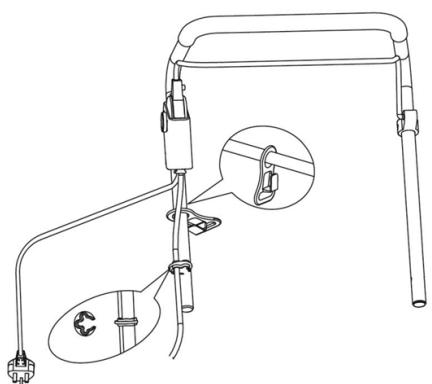

Bild 8
144. Till- och frånkoppling (bild 8)
Säkerhetsknappen (1) låses fast i sitt läge. (Bild 8)
Luta handtaget nedåt för att höja apparatens front något och minska risken för att gräsmattan skadas vid start. Tryck in säkerhetslåsknappen (1) på manöverboxen och dra manöverspaken (2) mot dig medan du håller knappen intryckt. (Fig. 8)